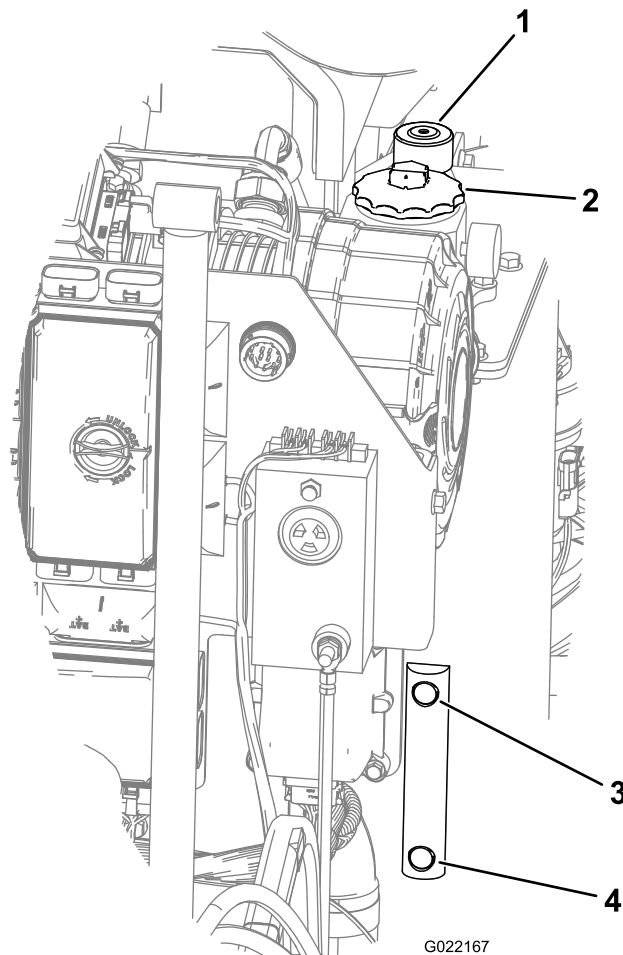

Figure 144
3. Observez l'indicateur de niveau sur le réservoir hydraulique, et vérifiez le niveau d'huile (Figure 144).
4. Si le niveau est trop bas, ouvrez le bouchon du réservoir hydraulique, et faites l'appoint jusqu'à ce que le niveau atteigne le repère maximum sur l'indicateur de niveau (Figure 144).